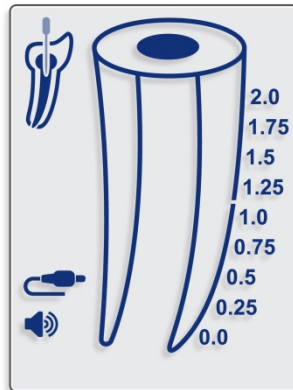

Fig. 4
- 7.4.7. Antes de conectar al paciente el cable de medición con el clip labial y el clip de lima acoplados, enchúfelo en el receptáculo del dispositivo y asegúrese de que el icono del cable aparece en la pantalla (fig. 4).